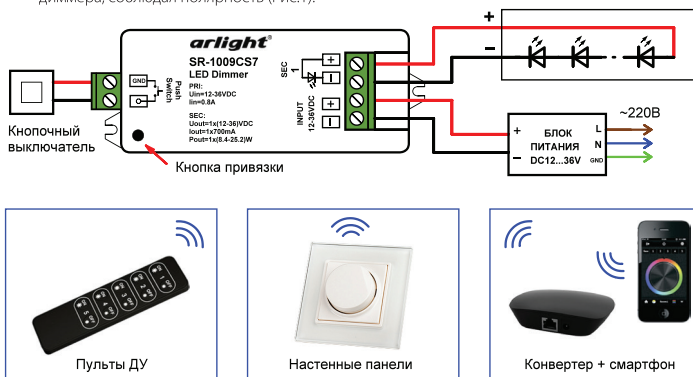

Рис.1. Схема подключения диммера
- 3.3. Подключите светодиоды или другой совместимый светодиодный источник света к выходу **SEC** диммера, соблюдая полярность (Рис.1).